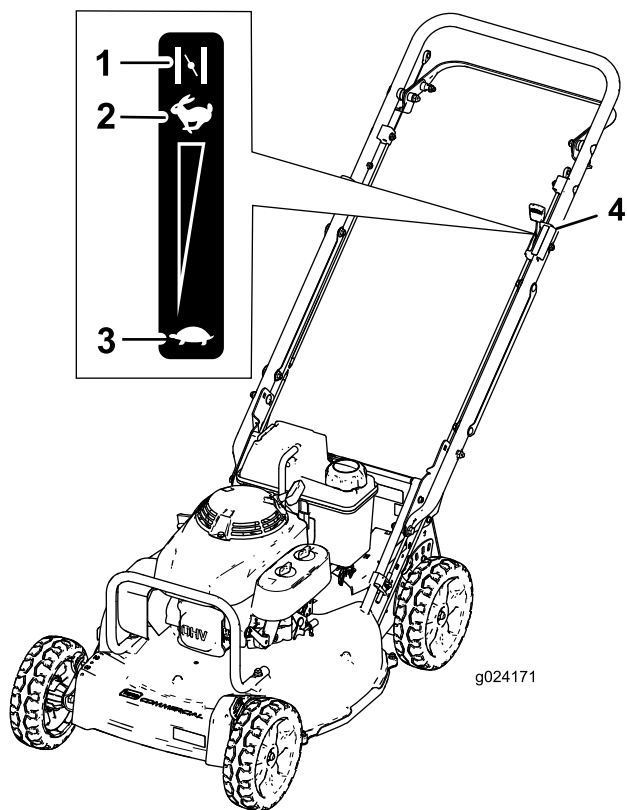

Figura 14
3. Mueva la palanca de control del acelerador a la posición de Estárter (Figura 14).
- Cuando el motor arranque, mueva la palanca de control del acelerador a la posición de Rápido (Figura 14).